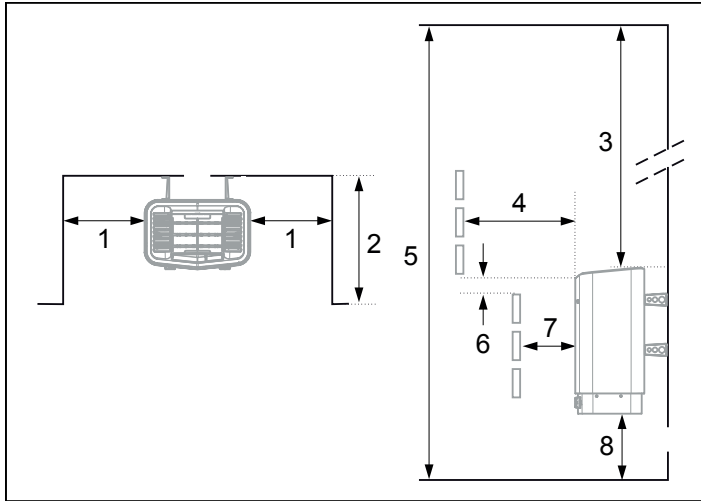

Abb. 3: Position des Saunaofens – Nischenmontage
- An derselben Wand wie die Tür (nur ausnahmsweise an der Seitenwand, dann aber möglichst nahe an der Türwand); der Saunaofen kann auch in einer Nische angebracht werden, siehe Abb. 3.
Platzieren Sie den Saunaofen in sicherem Abstand zu Boden, Seitenwand und Einrichtung, siehe Abb. 3.